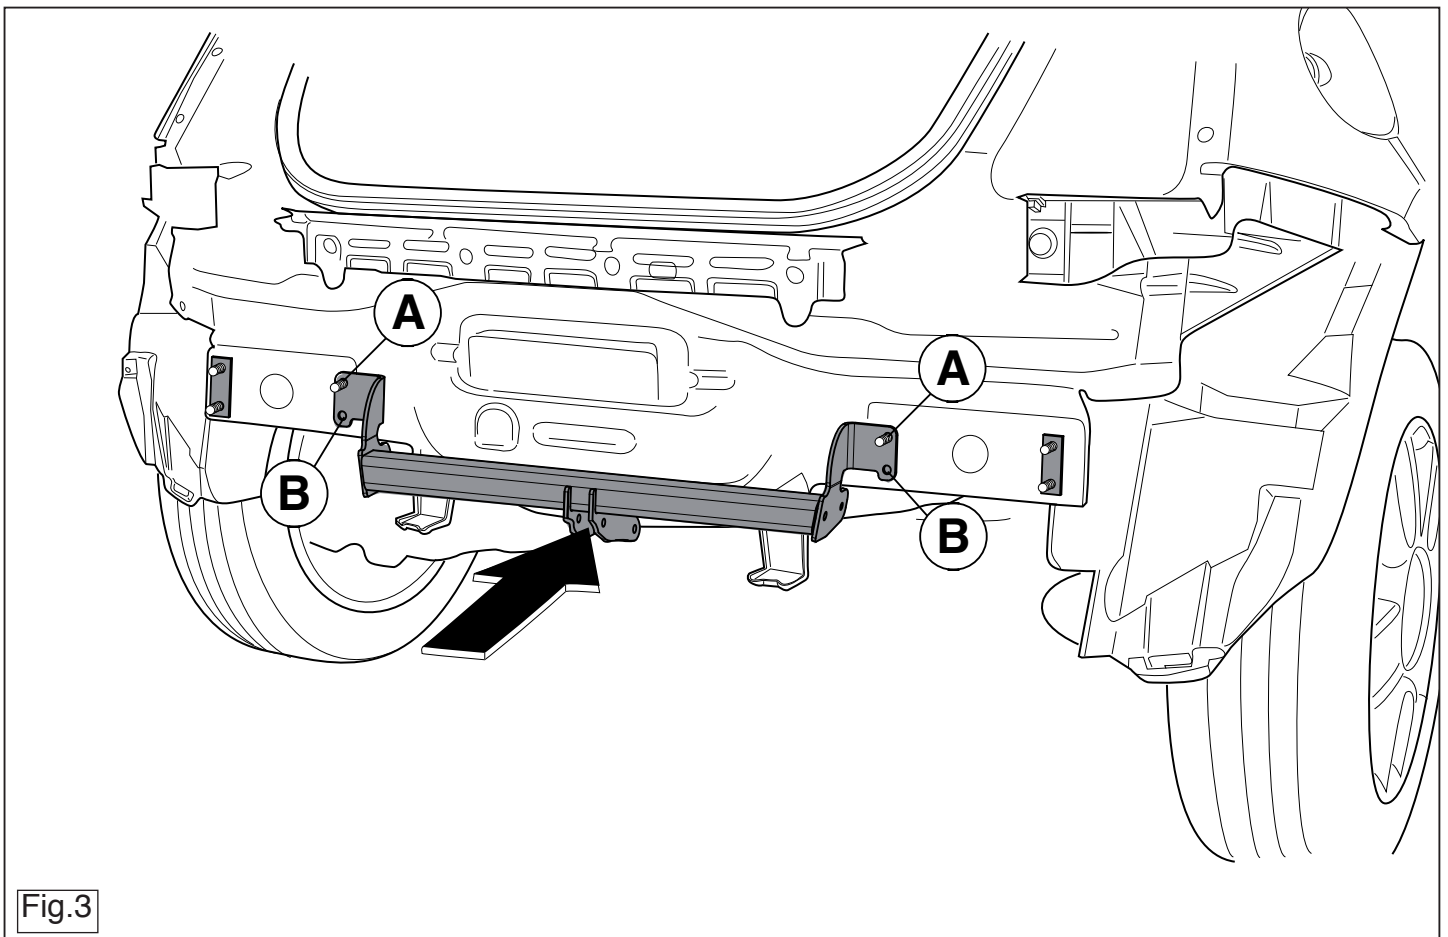

Fig.3
4. Die EuroClick einschließlich Füllplatten bei den Punkten A und B montieren. (Siehe Abbildung 3).